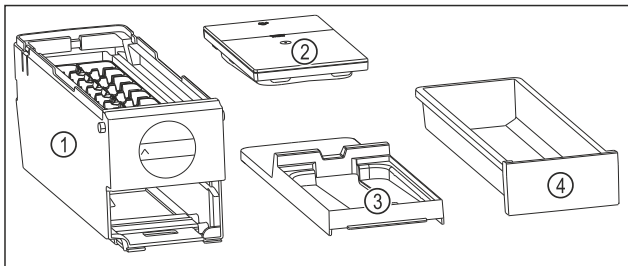

Fig. 244 Pjesët përbërëse të EasyTwist-Ice
- EasyTwist-Ice është i ndarë në katër pjesë. (shihni Fig. 244)
- Zbërtheni EasyTwist-Ice vetëm në pjesët përbërëse të ilustruara. (shihni Fig. 244)
- Pastroni kutinë EasyTwist-Ice Fig. 244 (1) si një të tërë.